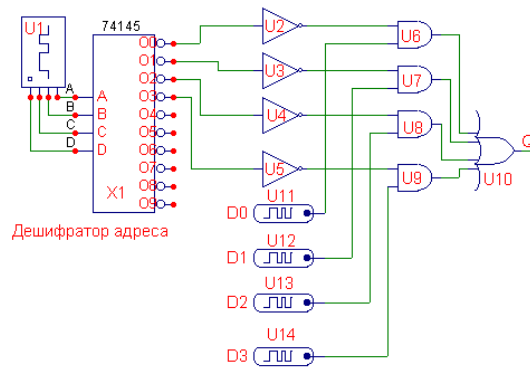

Рис. 1.28. Полностью введенная схема мультиплексора.
**Пример проектирования логической схемы мультиплексора** приведен на рис. 1.28. На схеме показаны три разновидности логических устройств, описываемых тремя типами моделей: